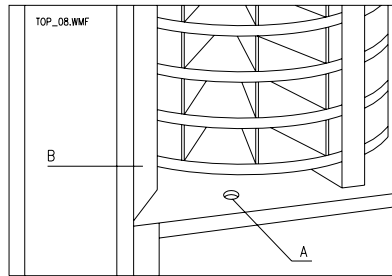

FIG. 8
- 2) Desenganchar la rejilla anterior izquierda, de acero, ref.B FIG. 8.